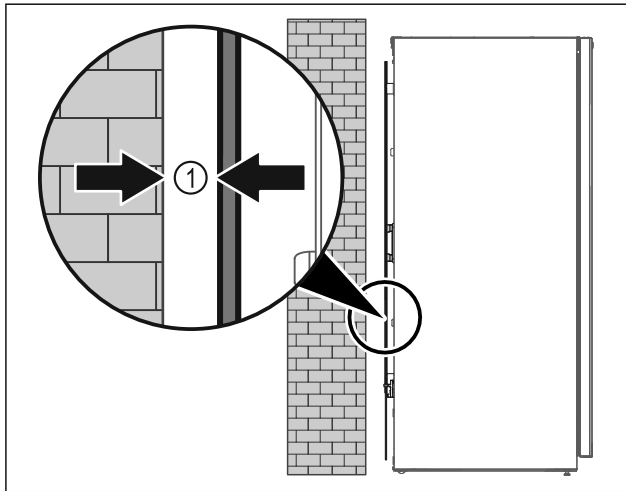

Fig. 10
- Placer l'appareil soit librement dans la pièce, soit directement contre un mur en respectant une distance minimale de 5 mm Fig. 10 (1).